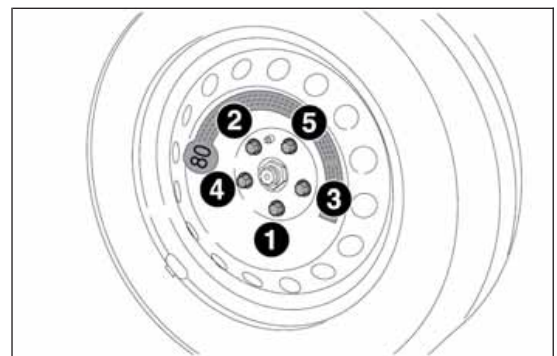

Abb. 37
- Die Radbolzen mit dem Schlüssel A gleichmäßig über Kreuz mit der in der Abb. 37 gezeigten Reihenfolge festziehen.